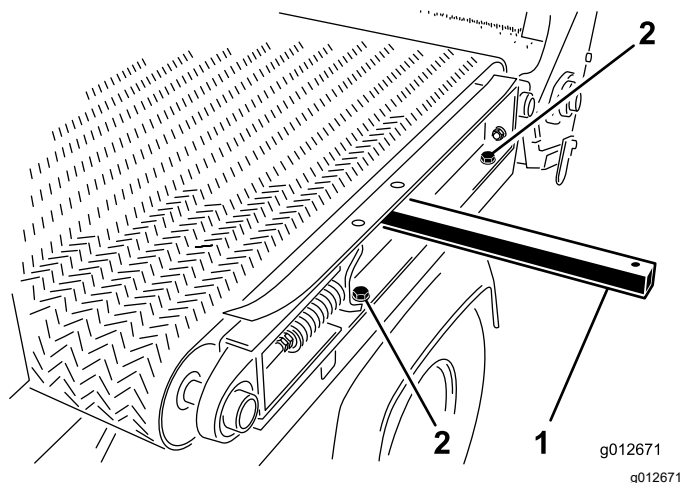

图 35
1. 在机器左侧用在 拆除滑行滚道 \(页码 19\) 中卸下的 2 个平头螺丝和 2 个垫圈将滑行机架轨道安装到左挡泥板 图 35 并拧紧螺丝。